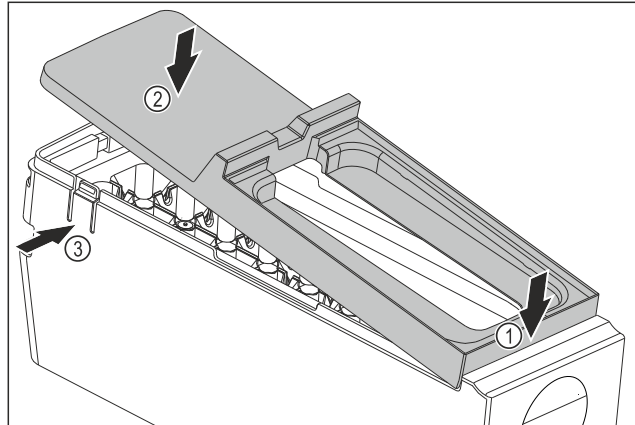

Fig. 186
- ▶ Montați apărătoarea corpului EasyTwist-Ice: Așezați în față apărătoarea Fig. 186 (1)
- ▶ Coborâți în spate apărătoarea Fig. 186 (2)
- ▷ Apărătoarea se fixează în poziție cu zgomot specific în cele două eclise Fig. 186 (3).